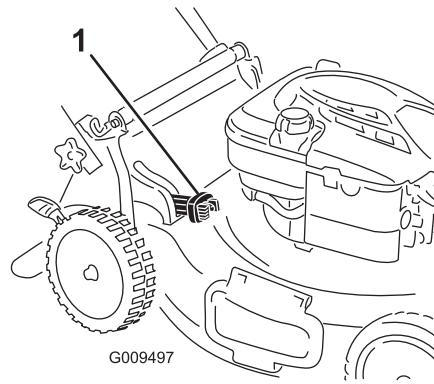

Bild 19
- Zum Sammeln des Schnittguts und Laubs drücken Sie die Taste am Hebel für den zuschaltbaren Fangkorb und bewegen den Hebel nach vorne, bis die Taste am Hebel herausspringt (Bild 19).